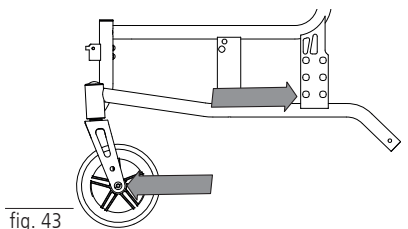

fig. 43
- Sædehøjde 470 – styrehjul 200 mm / 8" skrueaksel baghjul i nede (fig. 43)